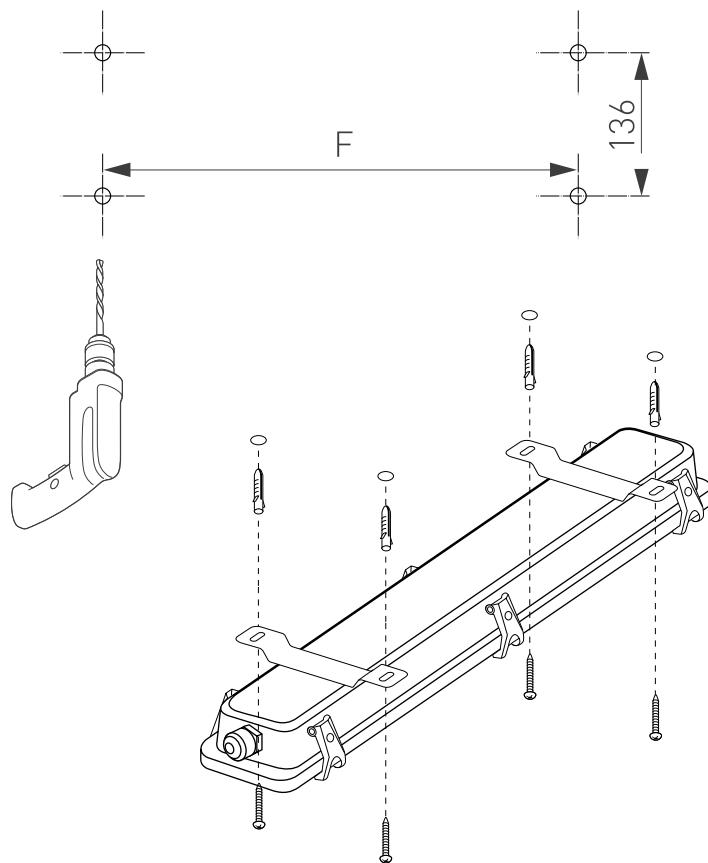

Рис. 3. Установка светильника накладным способом
- ✓ Для накладного монтажа (рис. 3) выполните разметку под кронштейны для светильника в соответствии с установочными размерами (F).
- ✓ Закрепите кронштейны на поверхности винтами, как показано на рис. 3.